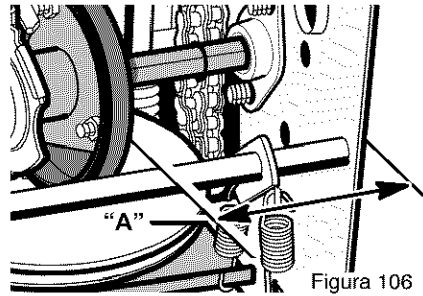

Figura 106
6. Fijese en la posición de la **rueda de fricción** (consulte la Figura 106). La distancia correcta "A" desde el lado derecho de la **rueda de fricción** hasta la parte exterior de la caja del motor es la siguiente:
la posición correcta, ajústela de la siguiente manera (consulte la Figura 106).
3. Mueva la **rueda de fricción** a la posición correcta (consulte la Figura 106).